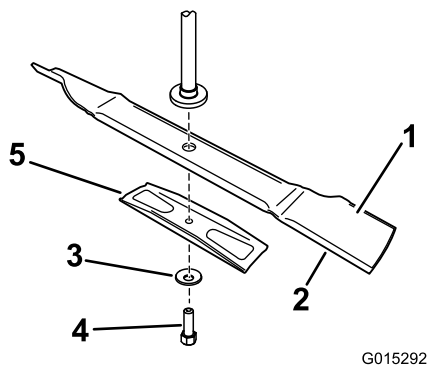

Bild 47
Halten Sie das Ende des Messers mit einem stark wattierten Handschuh oder wickeln Sie einen Lappen um es herum. Entfernen Sie die Messerschraube, Wellenscheibe, Messerverstärkung und das Messer von der Spindelwelle (Bild 47).
- Setzen Sie das Messer auf die Spindelwelle (Bild 47).
- Montieren Sie die Messerverstärkung, die Wellenscheibe (Schalenseite zum Messer) und die Messerschraube (Bild 47).